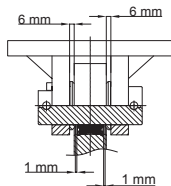

Imagen 22 - Conexión de soporte superior
- Fije el ojo del pistón al cuerpo basculante (Imagen 22).